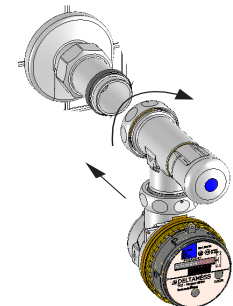

Bild 4 (Montage Ventiltählergehäuse)
- Ventiltählergehäuse TKS VZ-V FUNK-V (mit Trockenkapsel TKS FUNK-V) auf FLiRiWa-Mantelrohr aufsetzen (kurzer Stutzen mit O-Ring taucht in das Ventiltählergehäuse TKS VZ-V FUNK-V ein) und mittels Überwurfmutter anziehen (Bild 4).